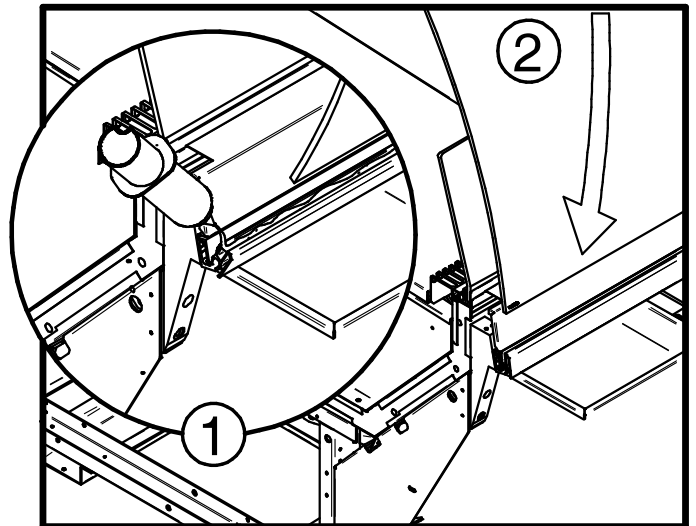

FIG. 10
5. Nachdem das Alu-Kipp-Profil im zweckentsprechenden Rahmen positioniert wurde, die gebogene Frontscheibe am Kipp-Profil zentrieren und mit dem Silikon der Ausstattung befestigen (ABB. 10).